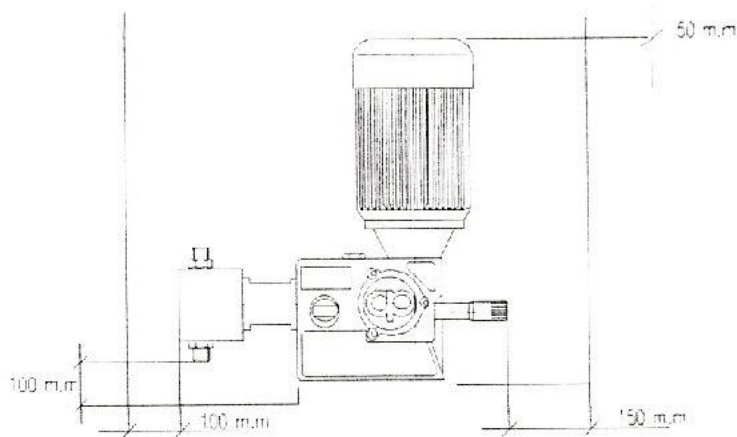

Fig. 01
- Sistemare la macchina in posizione verticale, come mostrato in Fig. 01, e sopra un robusto piano di appoggio (metallico, in cemento, ecc.).